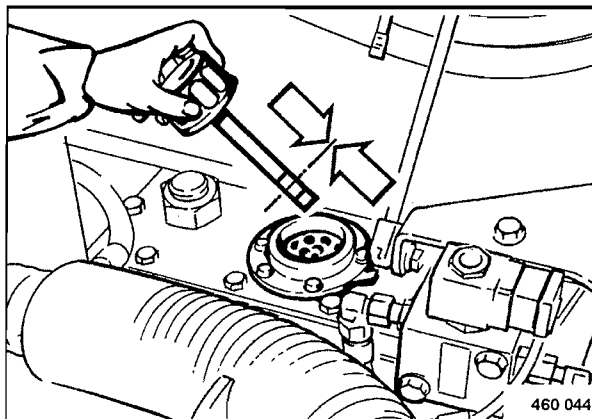

Fig. 77
- Comprobar el nivel del aceite hidráulico con la varilla de medición de aceite. El nivel de aceite debe estar entre ambas marcas 'MIN' y 'MAX' (Fig. 77).